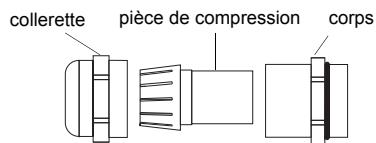

Fig. 7.8: Presse-étoupe
- Faites passer le câble d'alimentation à travers la collerette, la pièce de compression et le corps du presse-étoupe (voir Fig. 7.8).
- Fixez le presse-étoupe en vissant la collerette sur le corps du presse-étoupe (voir Fig. 7.8).
- Faites passer le câble de sortie à travers la collerette, la pièce de compression et le corps du presse-étoupe (voir Fig. 7.8).